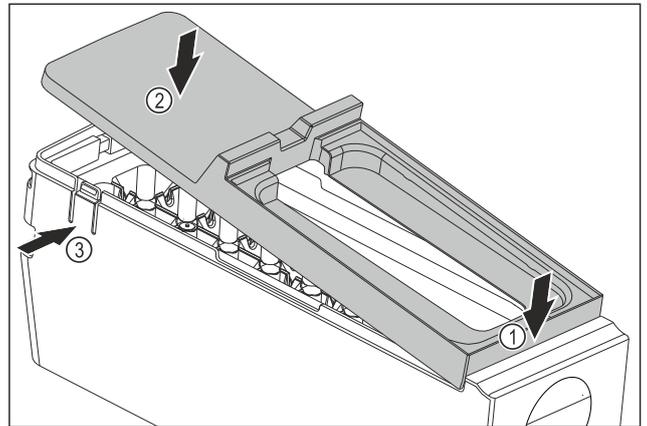

Fig. 134
- ▶ Abdeckung des EasyTwist-Ice-Korpus montieren: Abdeckung vorne ansetzen. Fig. 134 (1)
- ▶ Abdeckung hinten absenken. Fig. 134 (2)
- ▷ Abdeckung rastet hörbar in beiden Laschen Fig. 134 (3) ein.